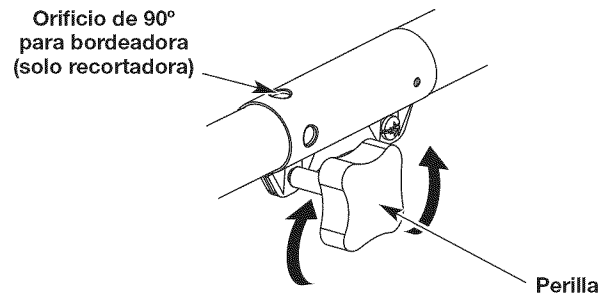
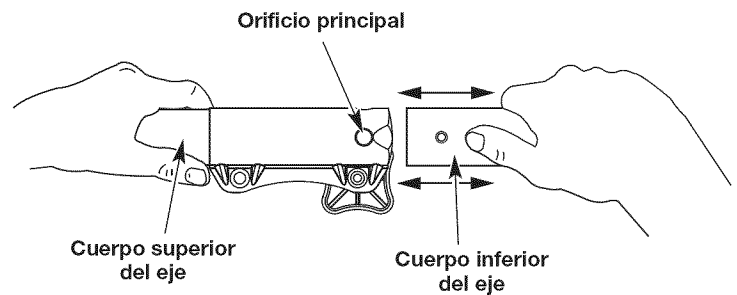

Fig. 3
Fig. 5
1. Para aflojar, gire la perilla en sentido contrario a las agujas del reloj (Fig. 3).
2. Mientras sostiene el accesorio con firmeza, empuje en línea recta hacia dentro del acoplador Convertible™ hasta que el botón de desconexión encaje firmemente en el agujero principal (Fig. 5).
3. Para apretar, gire la perilla en el sentido de las agujas del reloj (Fig. 3).
PRECAUCIÓN: Antes de operar esta unidad, cerciórese de que el botón de liberación esté completamente encajado en el orificio principal (Fig. 5) y de que la perilla (Fig. 3) esté bien apretada.
Para hacer cortes (orillados) decorativos con el accesorio de corte del cabezal de línea, trabe el botón de desconexión del accesorio en el interior del orificio de 90° (Fig. 3).
3. A la vez que sujeta firmemente la caja del eje superior, saque el accesorio del acoplador Convertible™ (Fig. 5).